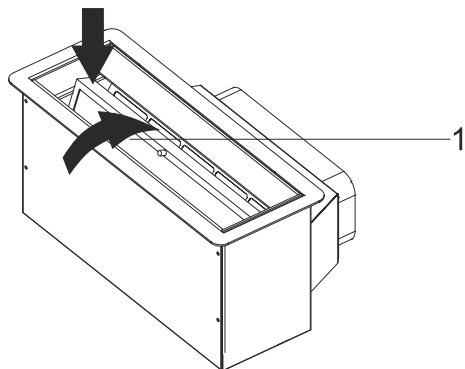

Fig. 8: Påmontering af fedtfilteret
10. ➤ Efter rengøring af fedtfilteret skal det sættes tilbage i beholderen (Fig. 8).
11. ➤ Sæt fedtfilteret ind i beholderen som vist med de to pile. (Fig. 8).